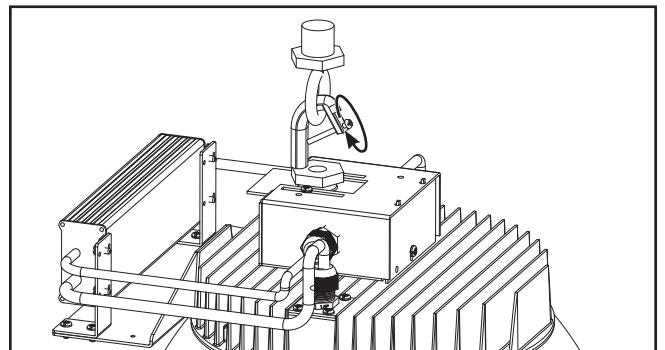

Figura 2.
6. Apriete el tornillo del gancho hasta que quede totalmente asentado. (Figura 2)